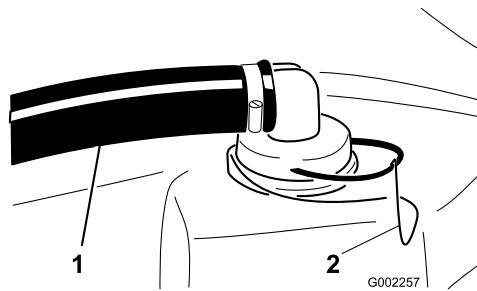

Bild 63
- Nehmen Sie die Halterung von dem roten Anschluss ab, an den der dicke Schlauch oben am Behälter angeschlossen ist (Bild 63).
- Schließen Sie den Schlauch vom Behälter ab (Bild 63).